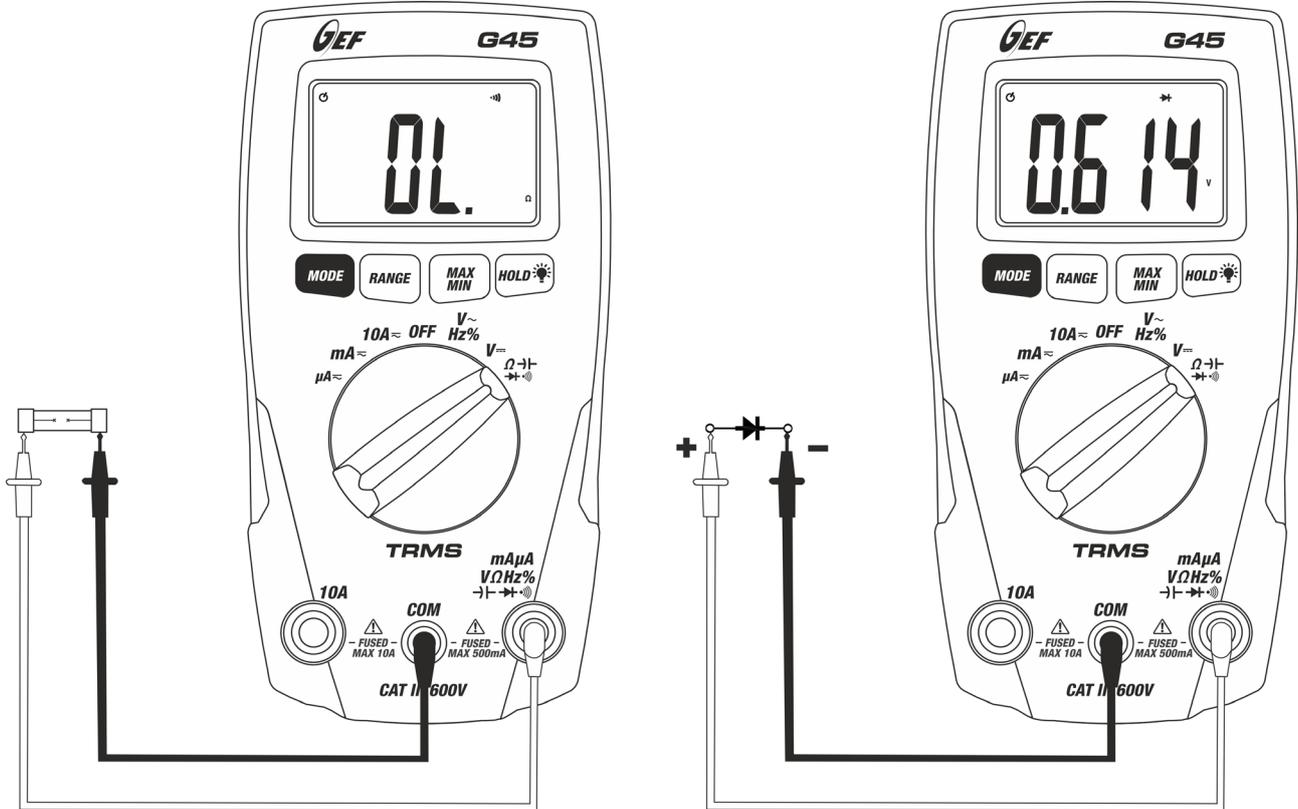

Fig. 6: Uso del instrumento en Prueba de Diodos y Prueba de Continuidad
4. Conecte las dos puntas de prueba en el diodo a medir respetando la polaridad indicada en la Fig. 6 – parte derecha. El valor de la tensión de umbral en polarización directa será visualizado
6. Si aparece el simbolo "O.L" los terminales del diodo está invertidos respecto a la Fig. 6, o bien la unión P-N del diodo está dañada